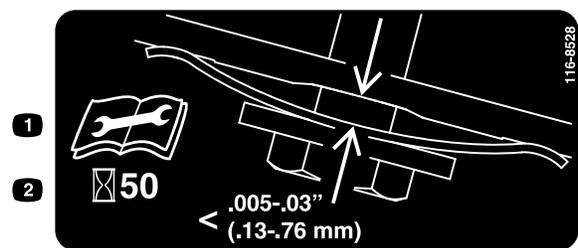

Figura 37
3. Tenete fermo uno spessore tra 0,13 e 0,76 mm contro la parete e fatelo scorrere verso il basso, dietro alla molla di tensione della cinghia; fate riferimento a Figura 37.